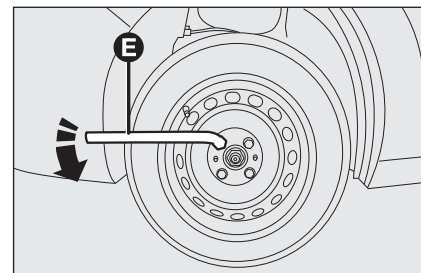

fig. 5
- ☐ desserrer d'environ un tour les boulons de fixation de la roue à remplacer à l'aide de la clé fournie **E-fig. 5** ;